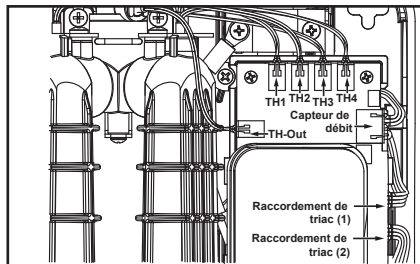

Figure 40 - Emplacement des connecteurs de capteurs sur la carte de commande.
Une fois le capot avant enlevé, prendre le temps de noter ou photographier la façon dont les capteurs et les triacs sont installés et dans quels connecteurs de la carte de commande les faisceaux de câblage sont branchés. Voir Figure 40.
**9** Rebrancher le capteur et le(s) triac(s) à la carte de commande, en veillant à bien brancher les fiches du capteur, des triacs et du faisceau de câbles dans connecteurs appropriés de la carte de commande. Voir Figures 40 et 41 à la page 25.